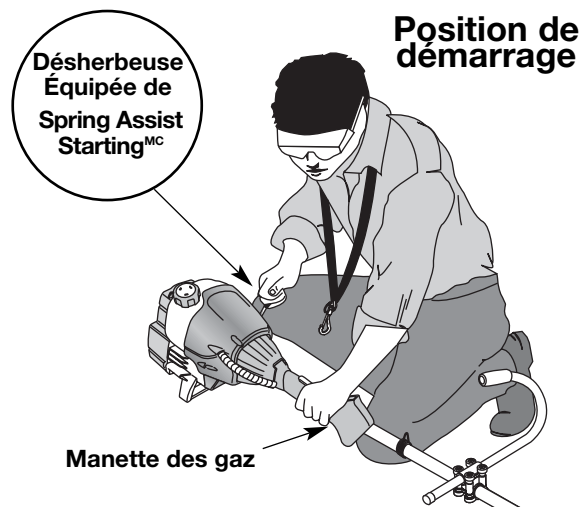

Fig. 18
AVERTISSEMENT: évitez tout démarrage accidentel. Tenez-vous en position de démarrage lorsque vous tirez sur la corde de démarrage (Fig. 18). L'opérateur et l'appareil doivent tous deux être en position stable pour éviter des blessures graves. Vérifiez la bonne installation de l'accessoire avant le démarrage de l'appareil.
4. Accroupissez-vous en position de démarrage (Fig. 18), pressez la poignée des gaz et tirez vivement sur le cordon de démarrage à 5 reprises.